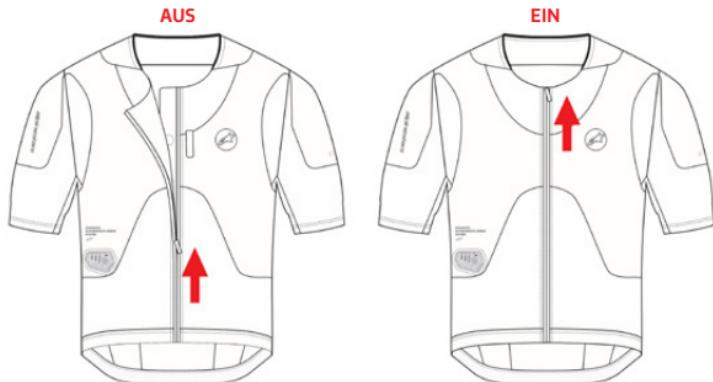

Abbildung 8: Das System schaltet sich ein, wenn der Aktivierungsreißverschluss (2) geschlossen ist
Um das System zu benutzen, muss der Benutzer das System einfach anlegen/tragen und den Aktivierungsreißverschluss (2) von unten nach oben schließen, wie in Abbildung 8 dargestellt. Ein interner Sensor erkennt automatisch, dass der Aktivierungsreißverschluss (2) geschlossen wurde, und das System schaltet sich ein.